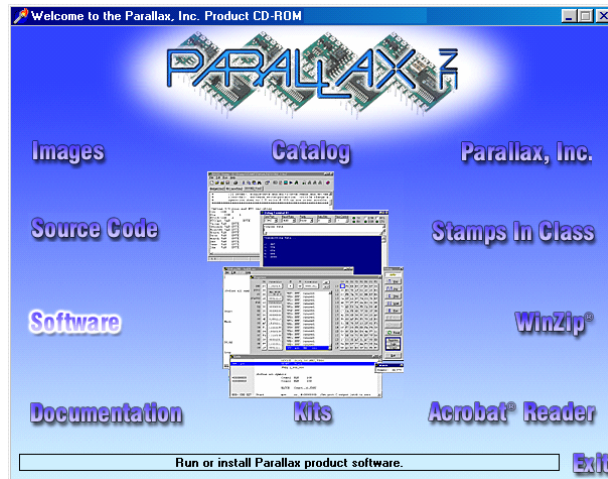

Figura 1-14
- √ Posizionare il CD Parallax nel drive del vostro computer. Il browser del CD Parallax viene chiamato applicazione di Benvenuto. Viene mostrata nella Figura 1-14 e dovrebbe attivarsi in seguito all'introduzione del CD nel drive del vostro computer.
- √ Clickare il collegamento *Software* mostrato in Figura 1-14.